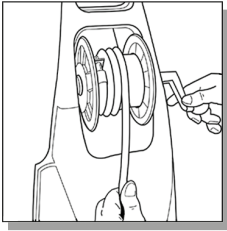
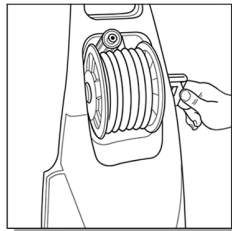

Fig. 26
Fig. 27
- Placez-vous devant le nettoyeur, insérez l'extrémité sans filetage du nettoyeur haute pression dans le trou carré au-dessus de l'enrouleur et commencez à tourner la poignée loin de vous (Figure 26). Lorsque l'enrouleur est tourné à peu près d'un quart, avec le bout du tuyau inséré dans le trou carré, placez le tuyau haute pression au-dessous de l'encoche aux côtés de l'enrouleur pour le tenir en place pendant que vous l'enroulez (Figure 27). Quand vous avez terminé de l'enrouler, poussez la poignée à l'intérieur pour l'enclencher en place. Faites attention, svp!: L'enrouleur sert seulement à ranger le tuyau haute pression. Le tuyau haute pression doit être complètement déroulé chaque fois que vous utilisez le nettoyeur.